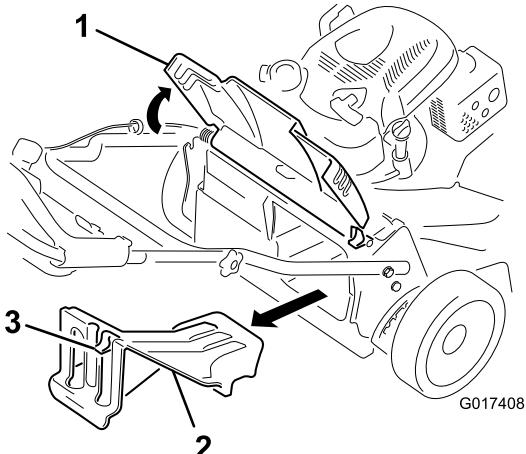

Bild 27
1. Heben Sie das hintere Ablenkleblech an und halten Sie es hoch (Bild 27).
2. Drücken Sie zum Entfernen der Heckauswurfklappe den Riegel mit dem Daumen nach unten und ziehen die Klappe aus der Maschine (Bild 27).